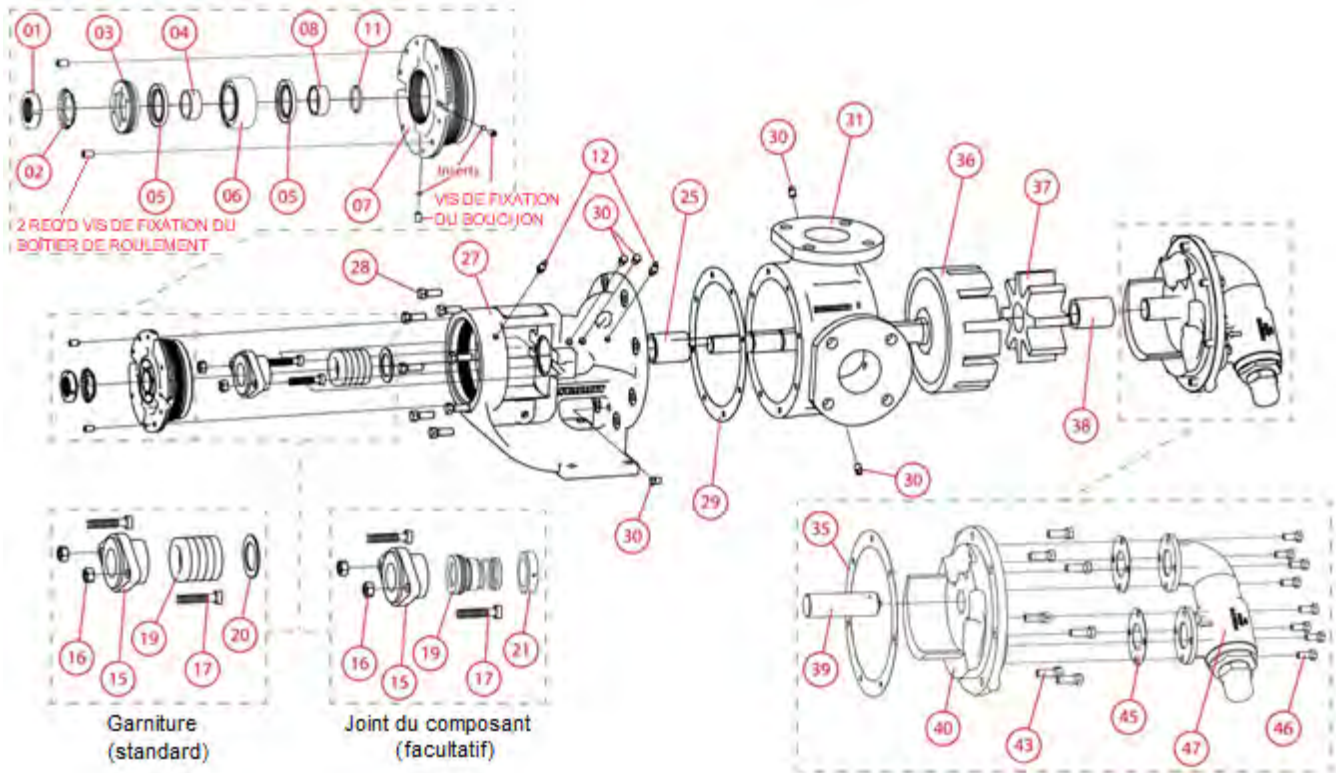

Figure 10-1: Vue éclatée VV40
1. Avant d'utiliser la pompe, elle doit être remplie de liquide. Cela peut être effectué en enlevant le tuyau ou les bouchons du tuyau (élément 30 de la Figure 10-1 de la page 20) et remplir le liquide ou l'eau dans la pompe. (Utilisez uniquement de l'eau si elle ne contamine pas le liquide de pompage).
1. Vérifier les joints à lèvres (05, Figure 10-1 à la page 20) dans le boîtier de roulement pour déchirures, usures et/ou des fuites.
3. Vérifiez les joints à lèvres (05, Figure 10-1 à la page 20) et l'arbre d'entraînement pour usure. Les pièces de la bobine du tuyau d'aspiration et de refoulement doivent être inspectées en interne pour leur condition.
Utiliser Figure 10-1 et Tableau 10-1 selon la section 11 MODÈLE DE DÉMONTAGE VV40 et la section 12 MODÈLE DE MONTAGE VV40
Référez-vous à Figure 10-1 et Tableau 10-1 à la page 20 pour la référence du numéro d'article de la pièce.
Remarque : Les articles (42) et (41) sont présentés à la Figure 10-1.
4. Retirez le pignon libre et l'assemblage de la bague (37). Vérifiez visuellement l'usure et le dommage, remplacez si nécessaire. Si nécessaire, retirez la douille de pignon (38) en appuyant. Référez-vous à la section 12.1 de la page 26 pour plus de détails sur la bague.
5. Séparez le joint de tête (35) de la tête (40) et mettez-le de côté, remplacez-le s'il est endommagé ou si nécessaire. Appuyez pour retirer l'axe de pignon (39) si nécessaire.